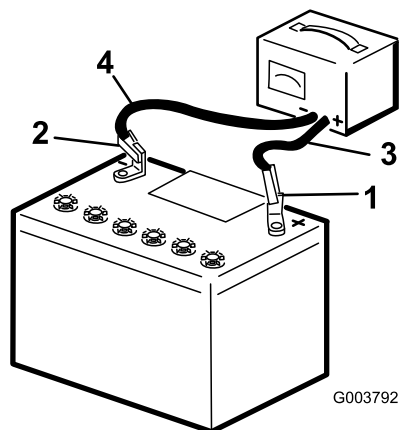

Figura 36
2. Caricate la batteria per 10 o 15 minuti a 25 – 30 A o 30 minuti a 4 – 6 A (Figura 36). Non sovraccaricatela.
- Quando la batteria è completamente carica, staccate il caricabatterie dalla presa elettrica e scollegate i cavi di ricarica dai poli della batteria (Figura 36).